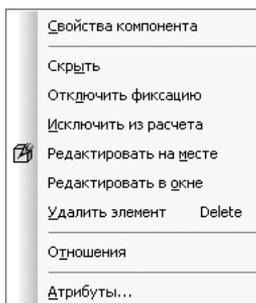

Рис. 2.84. Контекстное меню компоненты **Статор**
- щелкните правой кнопкой мыши в **Дереве построения** по элементу сборки, с которого необходимо снять фиксацию, например по детали **Статор**. Появится контекстное меню, см. рис. 2.84;